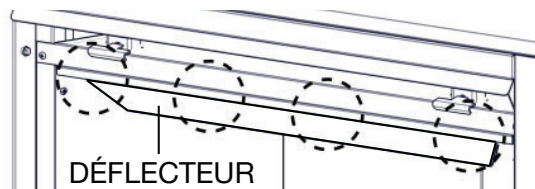

Fig. 1
- C.** Pour faciliter l'assemblage, retirez les quatre tête hexagonale de fixation du déflecteur de l'intérieur de la partie supérieure avant de la chambre de combustion (**Fig. 1**).